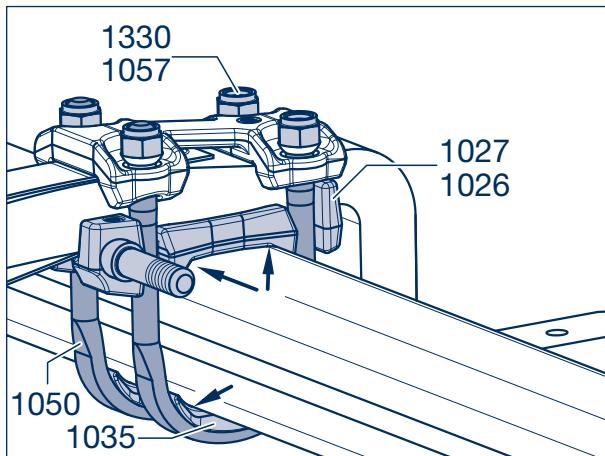

Рисунок 36
- [31] Понемногу затягивать стопорные гайки (1057, размер 32) (1330, размер 36) поочередно для каждой стремянки рессоры (1050)/каждого болта с шестигранной головкой (1053), пока все компоненты не будут равномерно прилегать. (Опорные пластины рессоры (1026, 1027) и плавающие скобы (1035) прилегают у четырехгранных балок оси только на закруглениях к балке оси (рис. 36, стрелки)).